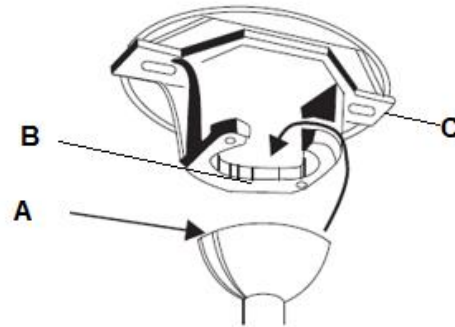

Abb. 7
Setzen Sie den kompletten Ventilator in die Halterung ein. Achten Sie darauf, dass der Passtift (B) der Halterung (C) in die Sicherungsnut (A) der Kugelaufhängung greift, um ein Verdrehen des Ventilators im Betrieb zu verhindern. (Abb. 7)